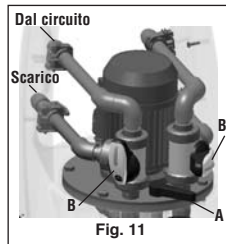

Fig. 11
1. **Svuotamento impianto:** posizionare la leva di inversione di flusso (A) e la due valvole a tre vie (B) come indicato nelle fig. 11 e 12.